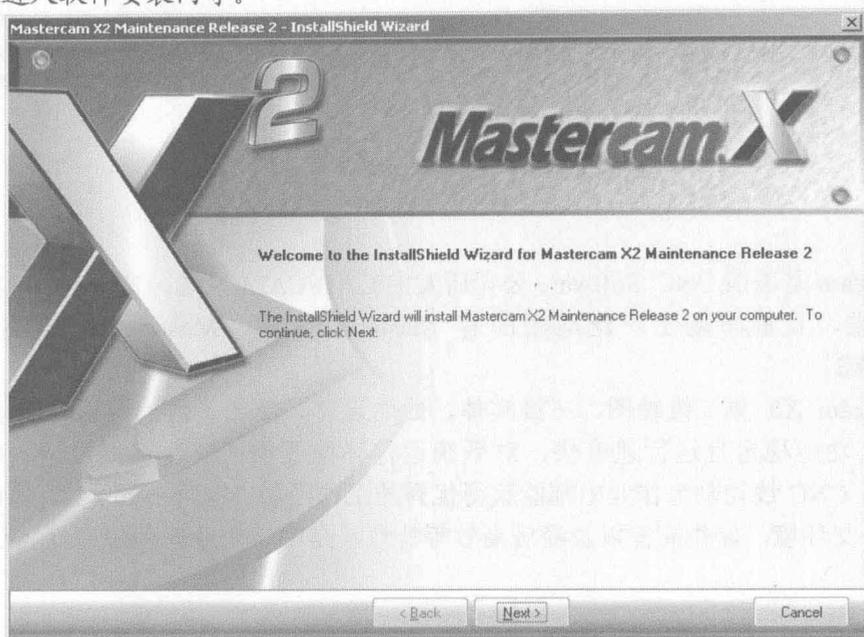

图1-1
- 运行安装程序后，系统将自动弹出如图 1-1 所示的安装窗口，单击  按钮进入软件安装向导。